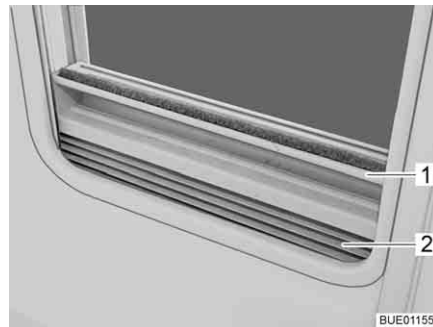

Fig. 33 Estor plegable
- Sujetar el estor plegable (Fig. 33,2) por el centro del agaradero (Fig. 33,1), tirar de abajo a arriba y soltarla a la altura deseada. El estor plegable se queda fijo a esta altura.